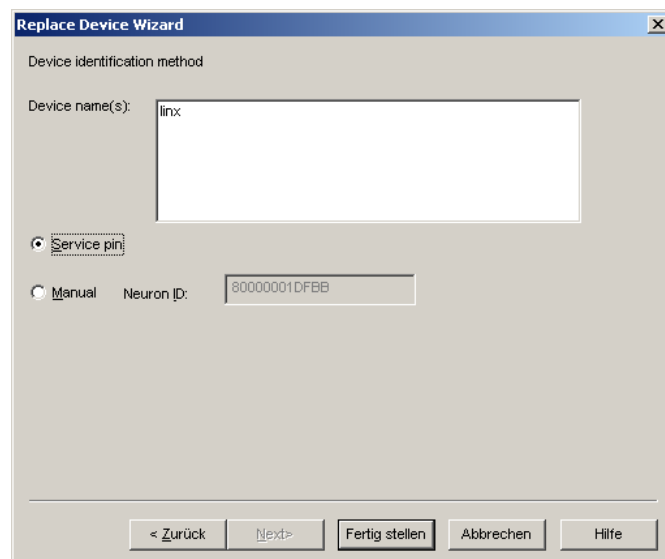

Abbildung 97: Auswahl des Service-Pin und Drücken der Taste Finish (Fertig stellen)
6. Wählen Sie die Methode **Service-Pin** aus und klicken Sie auf **Finish**, siehe Abbildung 97.